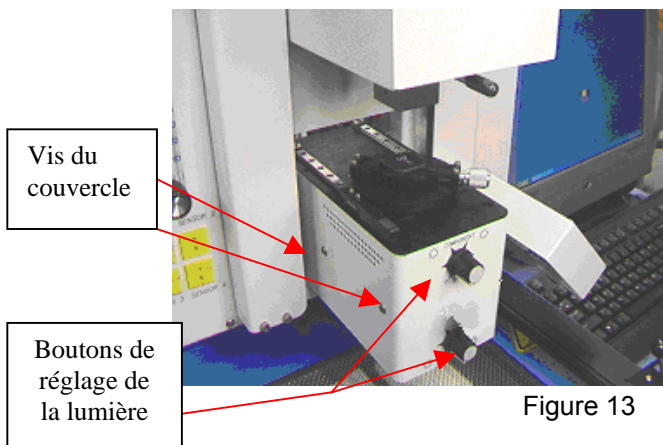

Figure 13
13. Desserrez les vis d'arrêt des boutons de réglage de la lumière (Figure 13) Enlevez les boutons